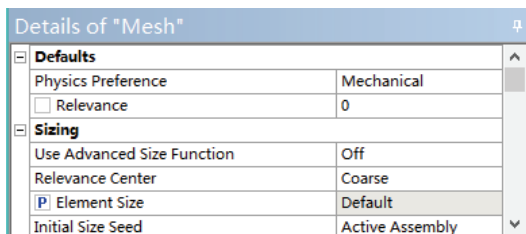

图 4-49 设置设计参数
- 1) 单击 Mesh，设置细节窗口中的 Element Size 为设计参数，如图 4-49 所示。